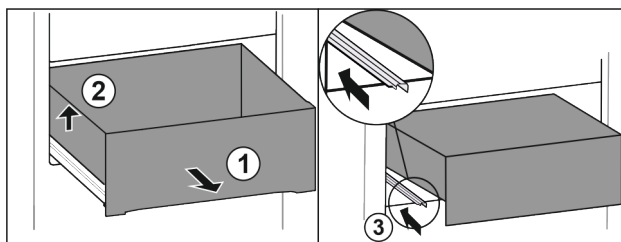

Fig. 72
- Tirer le tiroir jusqu'en butée. Fig. 72 (1)
- Soulever le tiroir sur la gauche. Fig. 72 (2)
- Rentrer le rail de gauche. Fig. 72 (3)